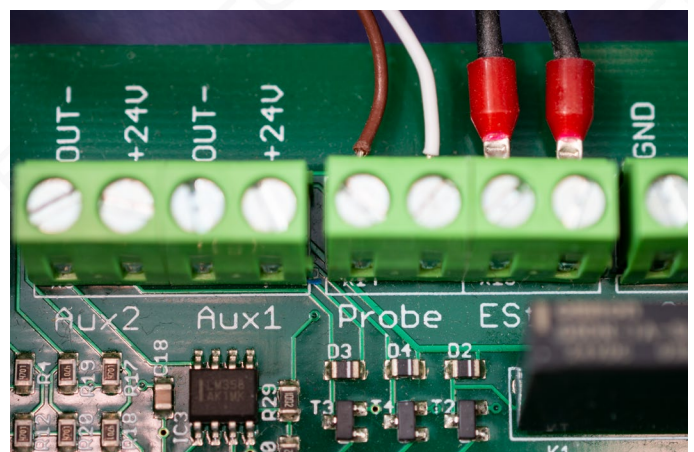

Bild 15: Anschluss des Werkzeuflängensensors, hier mit brauner und weißer Ader
- Klemmen Sie das Kabel des Werkzeuflängensensors an, wie in Bild 15 gezeigt.